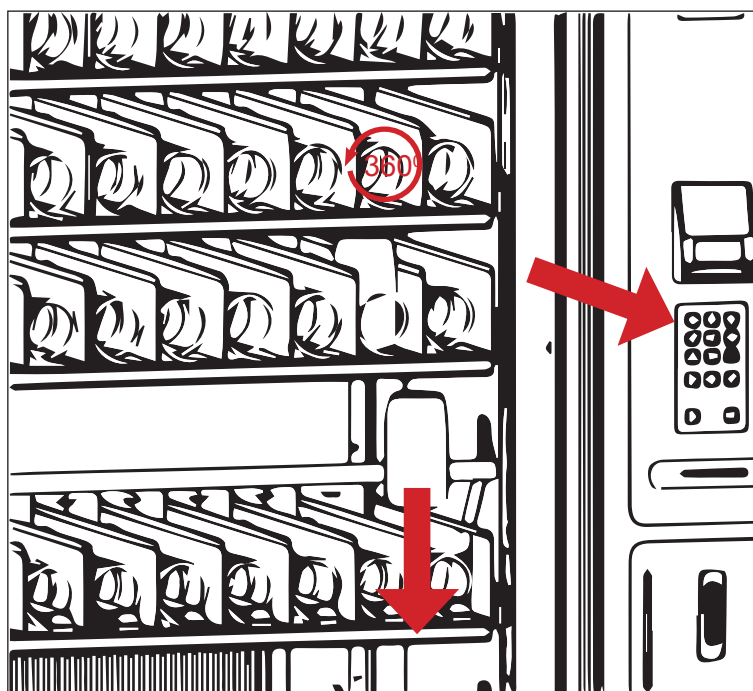

Рисунок 1 - Принцип работы
4. Электродвигатель, приводящий в движение спираль ячейки с выбранным товаром делает один полный оборот на 360° , подавая товар в лоток выдачи (см.рис.1);